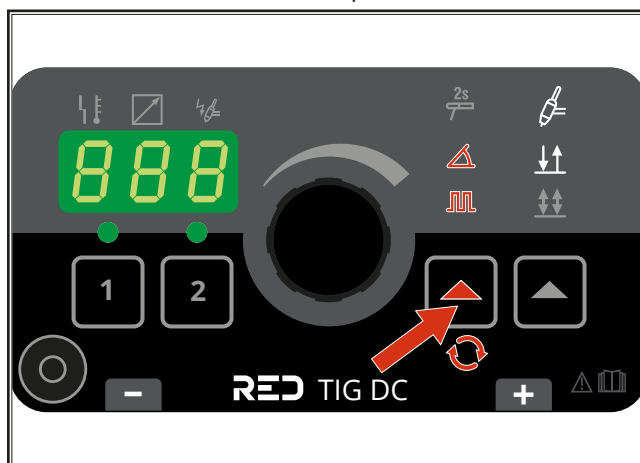

Fig. 8: Conectar pulsación con o sin pendiente
- ➔ Si se requiere la función de pulsación (con o sin pendiente), actívela como se muestra en la Fig. 8.